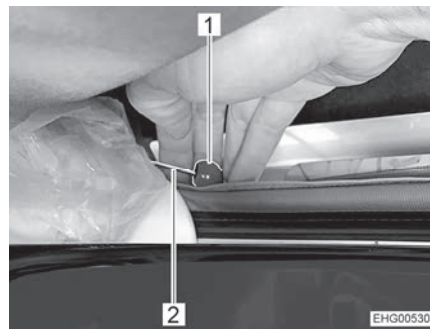

Fig. 90 Dispositif de déverrouillage de secours
- Tirer des deux côtés sur le bouton rouge (Fig. 90,1) du câble Bowden (Fig. 90,2).